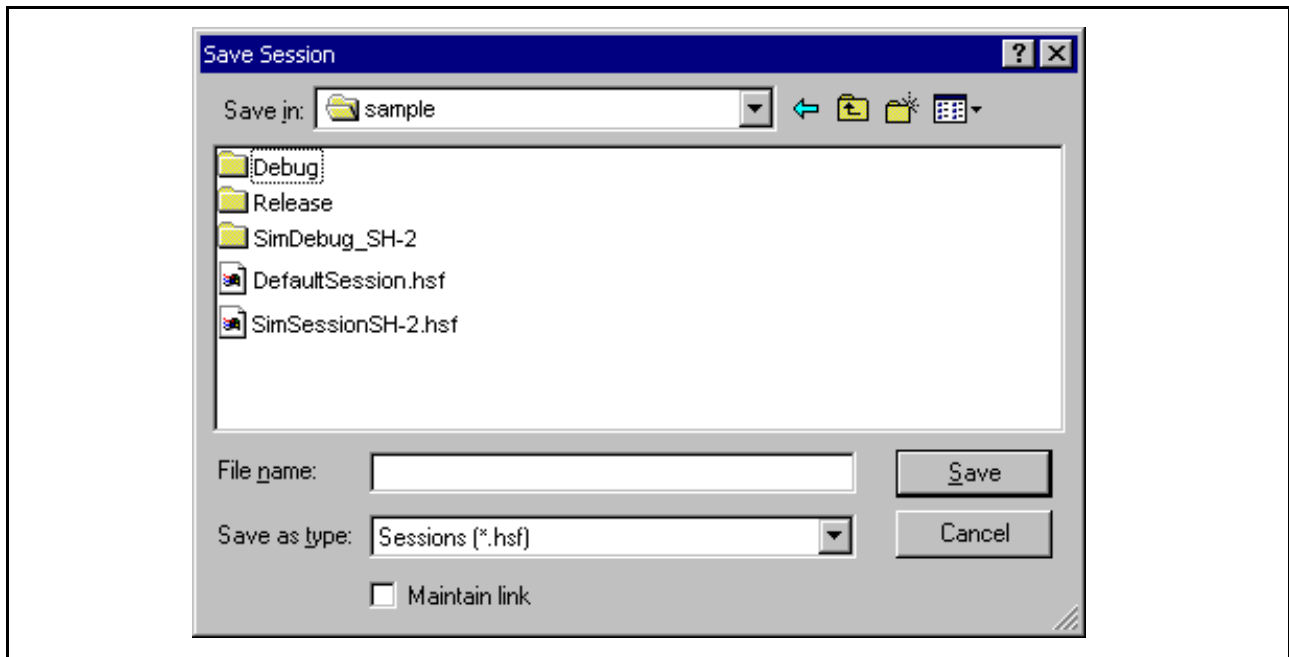

图 4.37 [Save Session] (保存会话) 对话框
- 3. 单击 [Save as...] (另存为...) 按钮, 以显示 [Save Session] (保存会话) 对话框 (图4.37)。